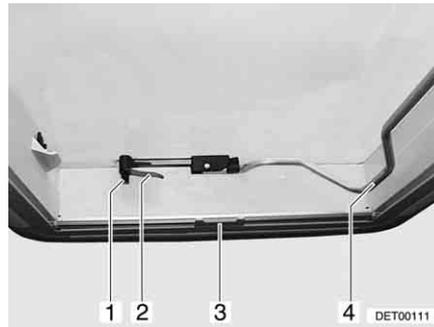
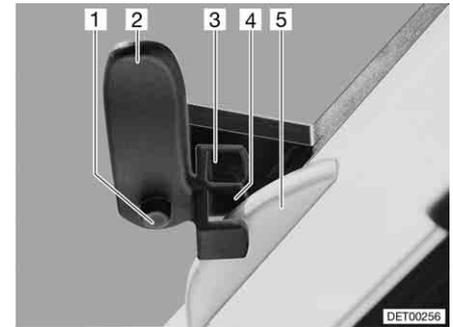

Fig. 74 Lanterneau Heki, fermé
Fig. 75 Lanterneau Heki en position de ventilation 1
- Appuyer sur le bouton de sûreté (Fig. 74,1) et tourner d'un quart de tour vers l'intérieur le levier de verrouillage (Fig. 74,2).
- Tirer l'étrier (Fig. 74,4) vers le bas, hors du dispositif de blocage.
- Tourner le levier de verrouillage (Fig. 74,2 et Fig. 75,2) d'un quart de tour. Le nez du dispositif de verrouillage du toit (Fig. 75,5) doit s'enclencher dans la fourche de verrouillage (Fig. 75,3).
- Enfoncer le bouton de sûreté (Fig. 75,1) et remettre le levier de verrouillage (Fig. 75,2) dans sa position initiale. Le nez du dispositif de verrouillage du toit (Fig. 75,5) doit s'enclencher dans la fourche de verrouillage (Fig. 75,4) inférieure.